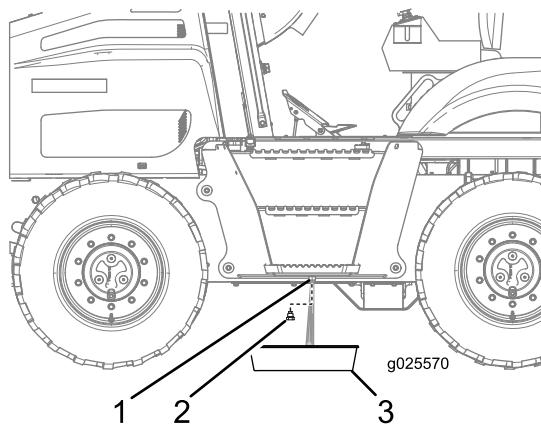

Figura 76
3. Svitate il tappo di spurgo dal serbatoio e spurgate l'acqua (Figura 76).
4. Quando vedete il carburante pulito, montate il tappo di spurgo e serratelo (Figura 76).